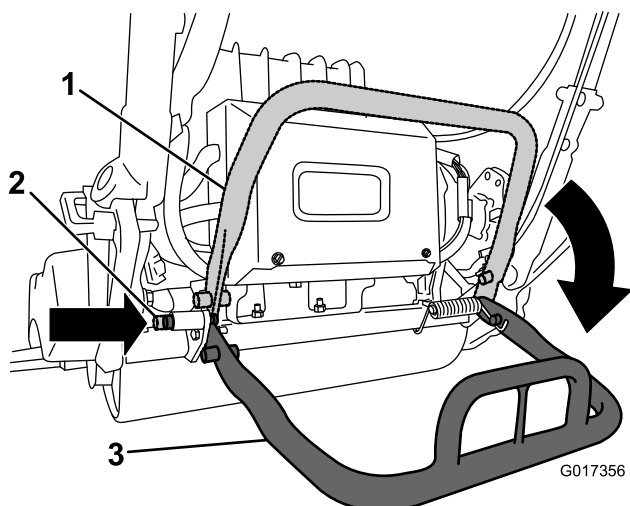

図 26
- カuttingユニットを取り外すためにキックスタンドを使用する場合には、まずスタンドを下げてロッキングピンを差し込んでキックスタンドを整備位置にロックします 図 26。